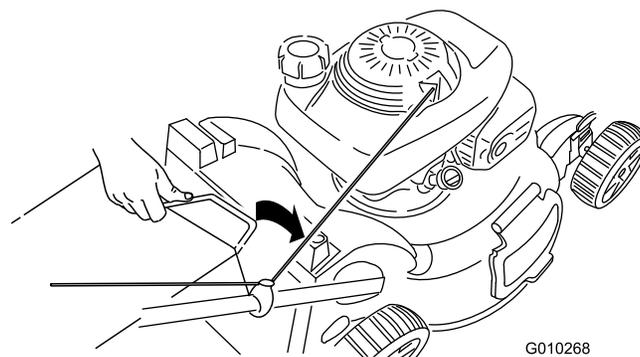

Bild 28
3. Setzen Sie den Fangkorbgriff in die Kerben oben an der Maschine ein (Bild 28).